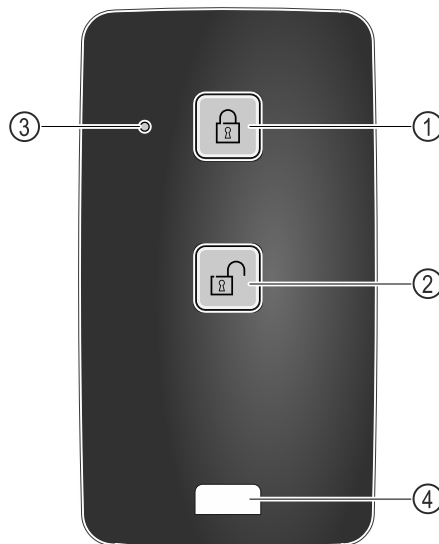

Fig. 245
- (1) Zaklep ključavnice
- (2) Oklep ključavnice
- (3) Stanje lučke LED
- (4) Pritrditveni zavihek
- Pritisnite tipko Fig. 245 (1) na oddaljenem upravljalniku.
- Pritisnite tipko Fig. 245 (2) na oddaljenem upravljalniku.
- Stanje lučke LED Fig. 245 (3) ob pritisku vrne optične povratne informacije.
- Zavihek Fig. 245 (4) za pritrditev oddaljenega upravljalnika, na primer na obesek za ključe.